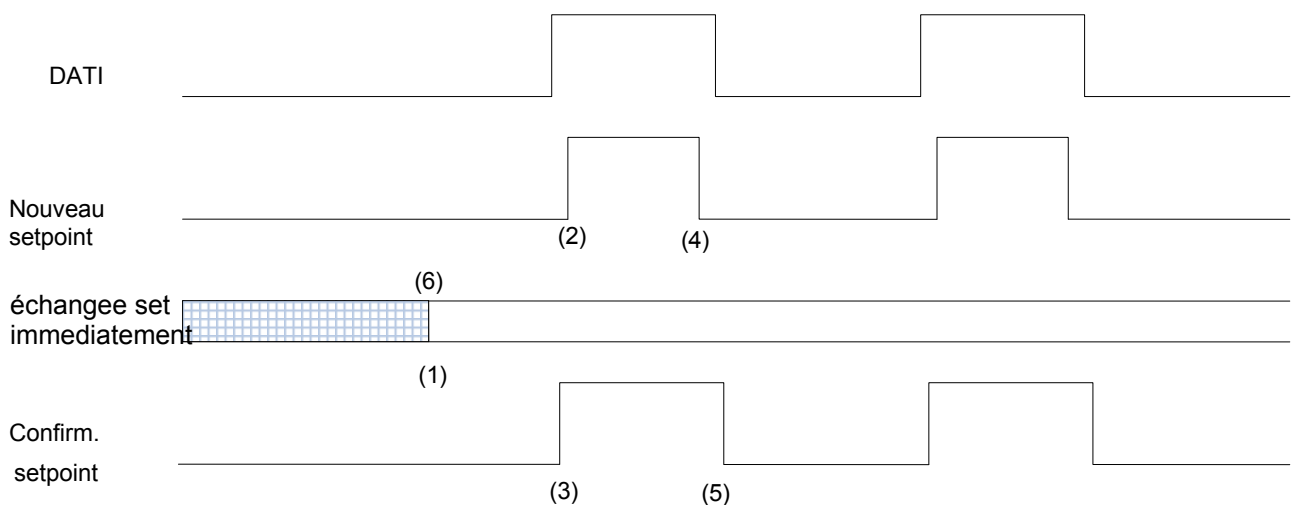
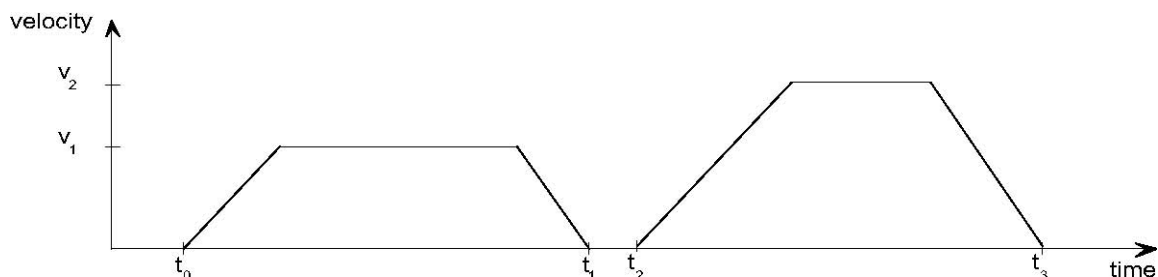
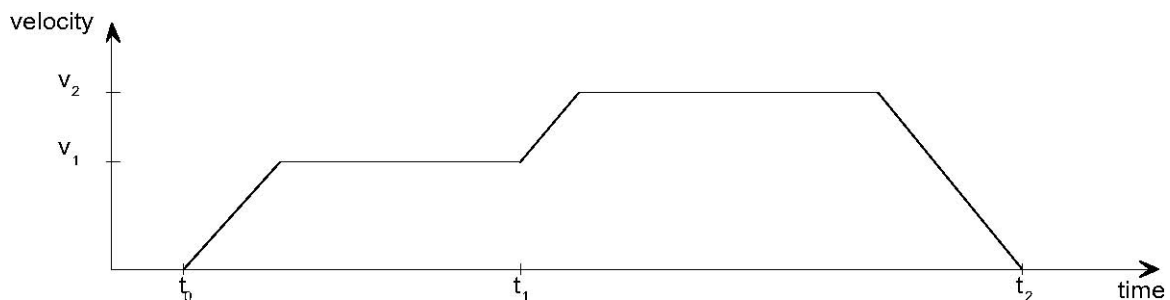

Figure 17: Transmission setpoint par un **host computer**
Figure 18: Setpoint seul
Figure 19: Modification immédiate set
Les Figures 17, 18 e 19 montrent la différence entre la modalité "groupe de setpoint" et la modalité "Setpoint seul". L'état initial du bit '*change set immediately*' dans la *controlword* détermine la modalité utilisée. Pour simplifier ces exemples nous avons utilisé seulement mouvements trapézoïdals.
Si le bit '*change set immediately*' est "0" (ligne continue de la Figure 17), le convertisseur s'attendra un setpoint seul (1). Après l'application des données au convertisseur, un host signale que les données sont valides en modifiant le bit '*nouveau setpoint*' à "1" dans la *controlword* (2). Le convertisseur répondra avec '*confirmation setpoint*' défini à "1" dans la *statusword* (3) après avoir confirmé et mémorisé les nouvelles données valides. À ce point l'host peut émettre un '*nouveau setpoint*' (4), par conséquent le convertisseur, en mettant '*confirmation setpoint*' à "0", signale qu'il est prêt pour accepter nouvelles données (5). Dans la Figure 18 ce mécanisme porte à une vitesse zéro après une rampe de descente pour rejoindre une *target position* x1. à t1. Après la signalisation à l'host que le setpoint a été rejoint avec les modalités ci-dessus, la *target position* successive x2 est traitée à t2 et rejointe à t3.
Si le bit '*change set immediately*' est "1" (ligne hachurée de la Figure 17), la nouvelle target position sera immédiatement active. Selon la Figure 19 le convertisseur reçoit la première *target position* à t0. Au time point t1 le convertisseur reçoit une seconde *target position*. Le convertisseur réajuste immédiatement le mouvement effectif de la nouvelle target position.